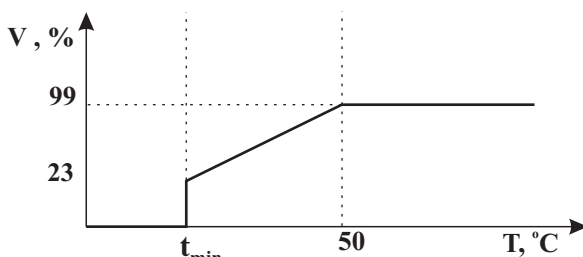
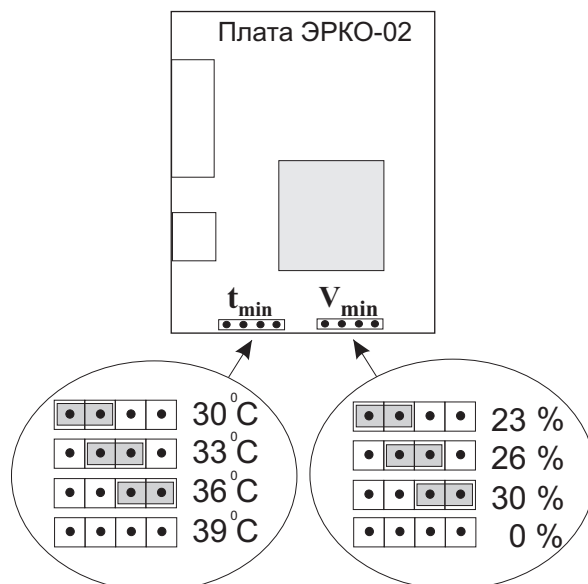

Рис. 2. Зависимость скорости вращения вентилятора от температуры конденсатора в режиме с отключением вентилятора.
Рис. 3. Положения перемычек для выбранных параметров.
4.5. Возможен вариант работы с полным выключением вентилятора при температуре на конденсаторе меньше чем t_{min} . График изображен на рис.2. В этом режиме можно менять t_{min} перестановкой соответствующей перемычки на плате (см. рис. 3), но V_{min} всегда равно 23%. Этот режим включается снятием перемычки на колодке V_{min} .
4.6. Предусмотрена возможность изменения минимальной скорости вращения вентилятора V_{min} и минимальной температуры t_{min} при которой эта скорость достигается. Установка параметров осуществляется установкой соответствующих перемычек (см. рис. 3).